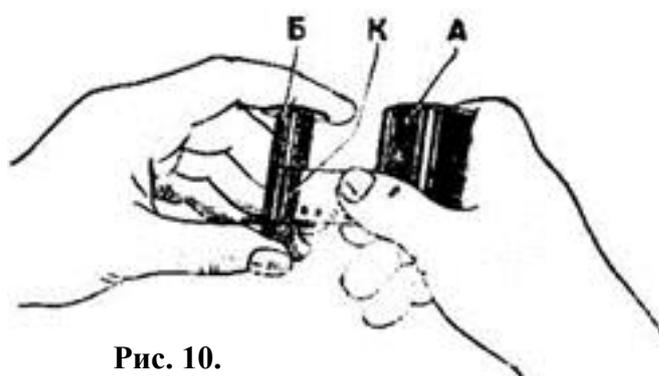

Рис. 10.
3. Возьмите катушку «Б» в левую руку. А заряженную кассету в правую и, как показано на рис. 10, укрепите конец пленки под пружину «К» катушки. Обратите внимание, чтобы несрезанная сторона пленки плотно была прижата к фланцу катушки.
Конец пленки неправильно вложен под пружину «К» приемной катушки, край пленки не плотно подведен к фланцу катушки и пленка введена в прорезь «С» с перекосом (см. рис. 10 и 11). В этом случае пленка также будет туго вытягиваться из кассеты, что поведет к прекращению движения пленки и разрыву перфорации.